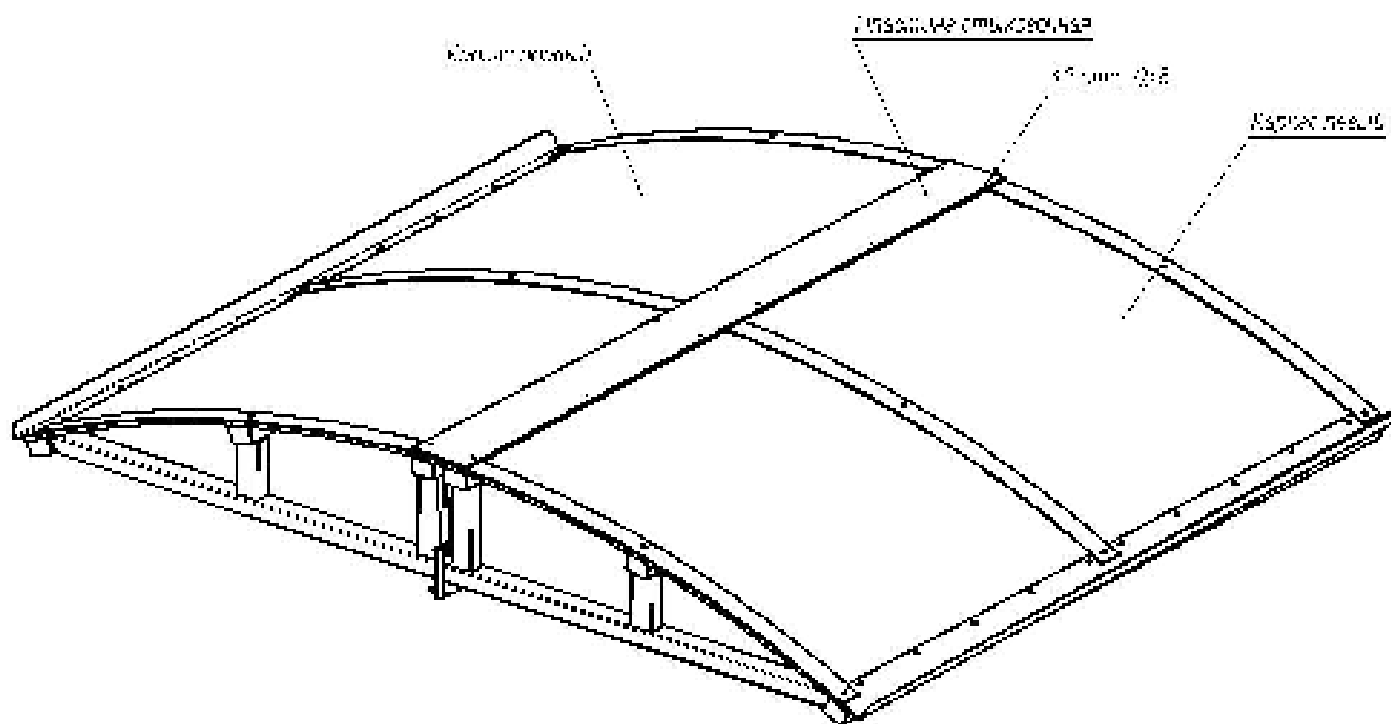

Рисунок 5 – Вид соединённых каркасов (1) и (2) с установленной пластиной стыковочной (10)
8.2.11 Положите стыковочную пластину на стык каркасов уплотнительным профилем вниз. Через имеющиеся в пластине 12 отверстий $\varnothing 5$ мм (см. рисунок 5) просверлите в каркасах 12 отверстий $\varnothing 3,5$ мм и глубиной 9 мм под саморезы 4,2x16. Закрепите пластину на каркасах с помощью саморезов.